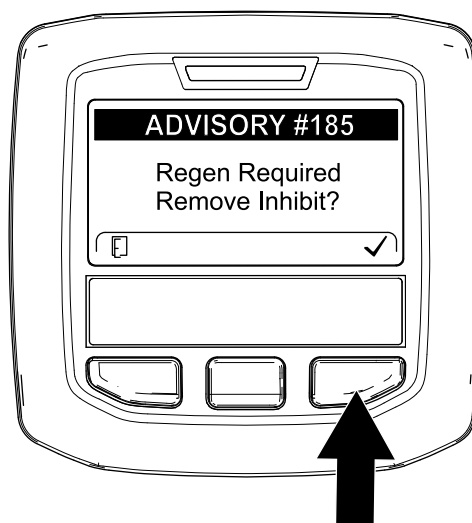

Bild 50
**Hinweis:** Wenn INHIBIT REGEN. auf ON eingestellt ist, wird im InfoCenter ADVISORY #185 angezeigt (Bild 50). Drücken Sie die Taste 3, um die Einstellung für das Verhindern der Regenerierung auf OFF einzustellen und die Zurücksetzen-Regenerierung fortzusetzen.